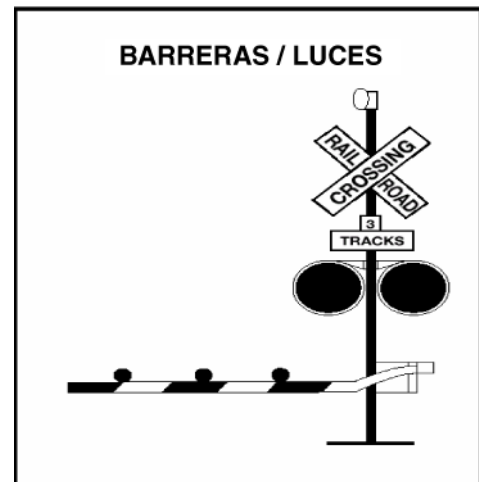

Figura 2.18
**Luces intermitentes rojas de señalización.** En muchos cruces de vías de ferrocarril, la señal de cruce de ferrocarril cuenta con luces intermitentes rojas y campanas. Cuando se encienden las luces intermitentes, usted debe detenerse de inmediato, ya que significa que está por pasar el tren y debe darle paso. Si hay más de un par de vías, antes de cruzar asegúrese de que por ninguna venga el tren. Ver la figura 2.18
**Barreras.** Muchos cruces de vías de ferrocarril tienen barreras con luces intermitentes rojas y campanas. Deténgase cuando se enciendan las luces intermitentes y antes de que baje la barrera. No inicie la marcha hasta tanto haya subido la barrera y las luces intermitentes se hayan apagado. Cruce sólo cuando sea seguro hacerlo. Ver la figura 2.18